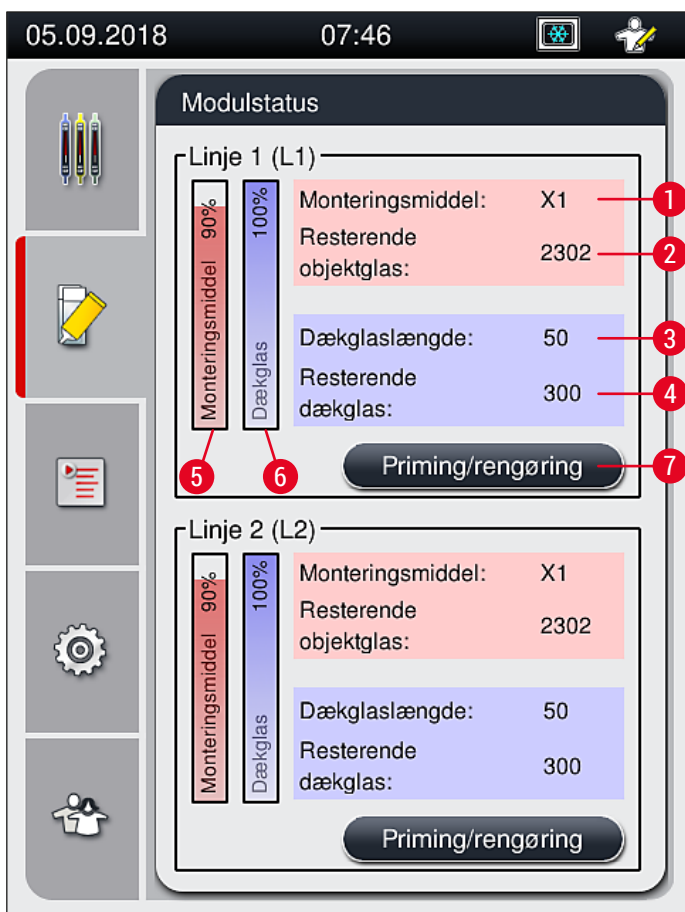

Fig. 49
- Menuen **Modulstatus** (→ Fig. 49) giver brugeren i HistoCore SPECTRA CV et overblik over de brugte forbrugsartikler (monteringsmiddel (→ Fig. 49-1) og dækglas (→ Fig. 49-3)) og deres aktuelle påfyldningsniveauer (→ Fig. 49-5) (→ Fig. 49-6) og resterende mængder (→ Fig. 49-2) (→ Fig. 49-4) for begge dækglassbaner.